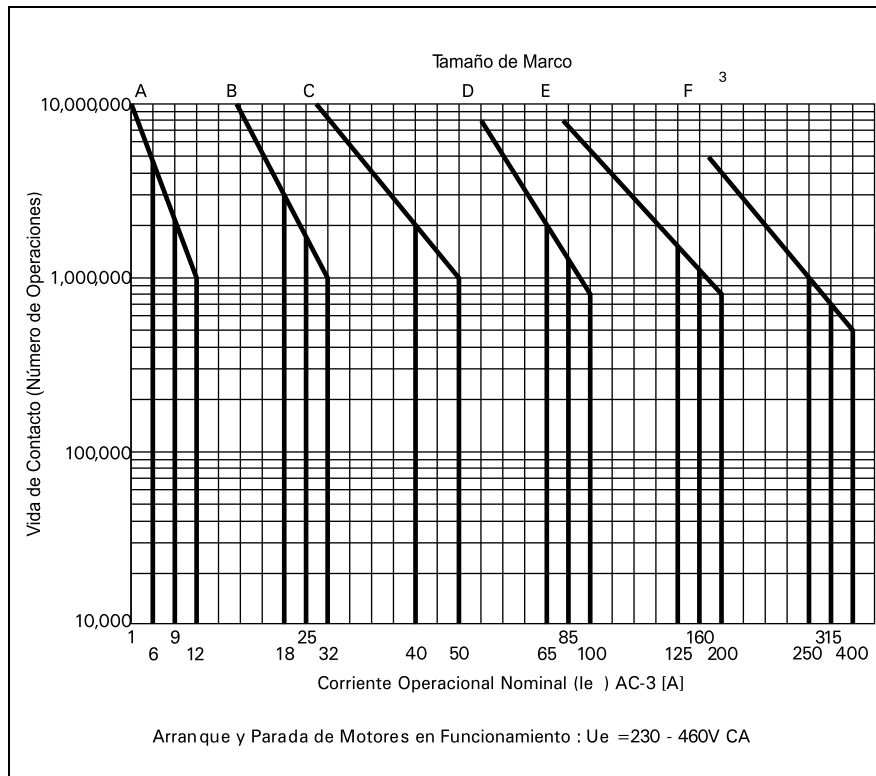

Figura 20-1. Vida eléctrica --- Categoría de utilización de AC-3
³ Véase **Figura 20-1**, curvas vida-carga, para operaciones máximas por tamaño de marco a varios amperajes.
- Decida la categoría de utilización para la aplicación y seleccione la curva apropiada a partir de la **Figura 20-1**.